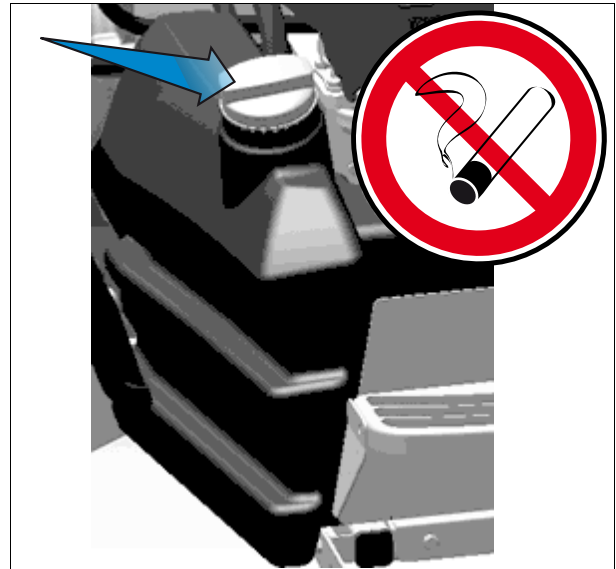

Fig. 2.
- Rök inte när du tankar traktorn. Håll öppen låga på avstånd *fig. 2*.